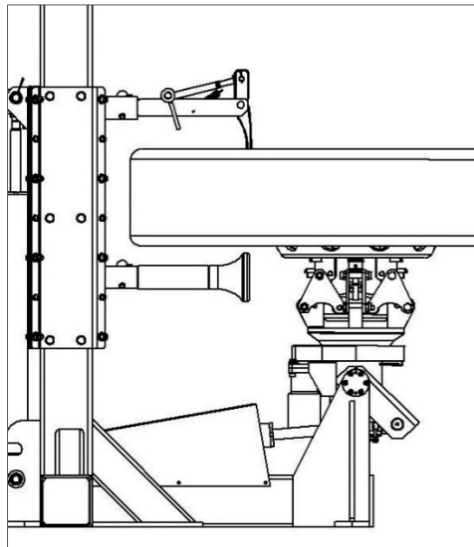

Рис. 6
10. Когда борт шины окажется примерно на 5 см выше обода диска, вращайте колесо против часовой стрелки, чтобы верхний борт сошел с обода диска, рис. 6